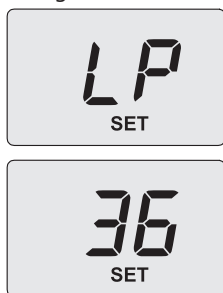

Figura 9.11
- Selezionare il parametro **1**, premere il tasto 14 (Figura 9.8) per confermare. Sul display appare **LP** alternato alla temperatura minima sanitaria (Figura 9.11).